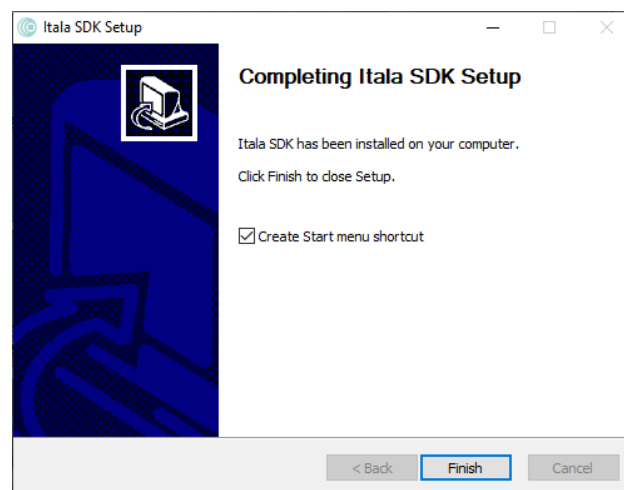

Figure 28: Itala SDK-Installation erfolgreich abgeschlossen.
7. Die Itala SDK-Installation wird automatisch durchgeführt. Der Fortschrittsbalken kann zur Überwachung des Installationsstatus beobachtet werden. Am Ende der Installation wird ein Bestätigungsfenster angezeigt (Abb.28).